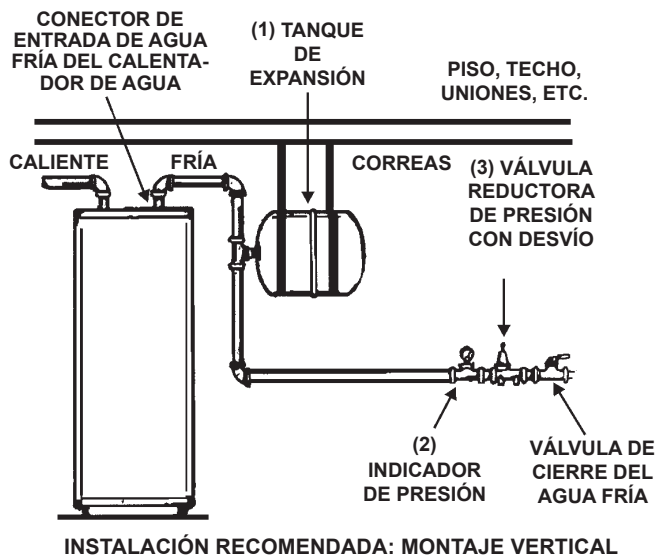

FIGURA 2.
- El tanque de expansión está diseñado para apoyarse en las tuberías del sistema en posición vertical. Sin embargo, si se debe instalar el tanque de expansión en posición horizontal, como se muestra en la figura 2, debe apoyarse mediante correas adecuadas (no incluidas).